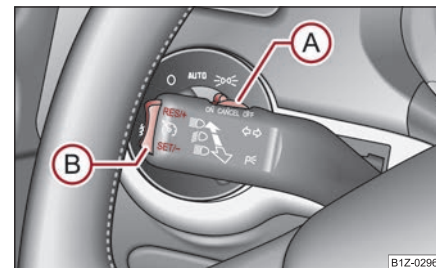

Fig. 152 Palanca de mando: Balancín y conmutador del sistema regulador de la velocidad
- Pulsar el conmutador (A) ⇒ fig. 152 desplazándolo a la posición **ON**.
- Tras alcanzar la velocidad deseada, presione el balancín (B) a la posición **SET**.
- Puede **aumentar** la velocidad memorizada, sin accionar el pedal acelerador, presionando el balancín ⇒ fig. 152 (B) a la posición **RES**.
La **reanudación** de la velocidad memorizada se efectúa al soltar el pedal de freno o de embrague, en vehículos con cambio automático sólo tras soltar el pedal de freno, y después de presionar brevemente el balancín (B) ⇒ página 135, fig. 152 a la posición **RES**.
- Pulsar el conmutador (A) ⇒ página 135, fig. 152 desplazándolo a la posición **OFF**. ■